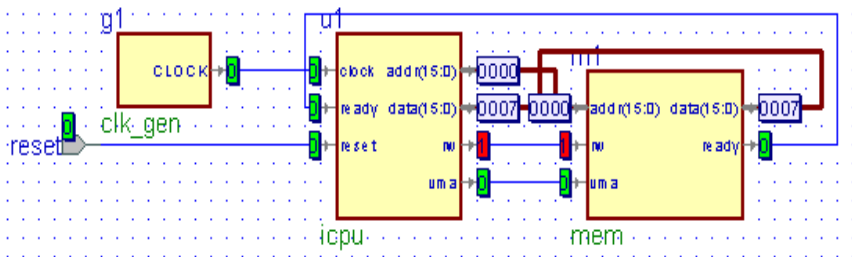

Рисунок 2.26 – Результати моделювання на логічній схемі
2.7.11 Ще більш наочно результати моделювання відображаються на документі логічної схеми **top.bde** (рис. 2.26). Якщо змінити крок часу моделювання на **10 ns** (півперіоду сигналу **clock**) і послідовно натискати кнопку **Run for**, можна спостерігати зміну станів компонентів мікропроцесорної системи на документі логічної схеми.